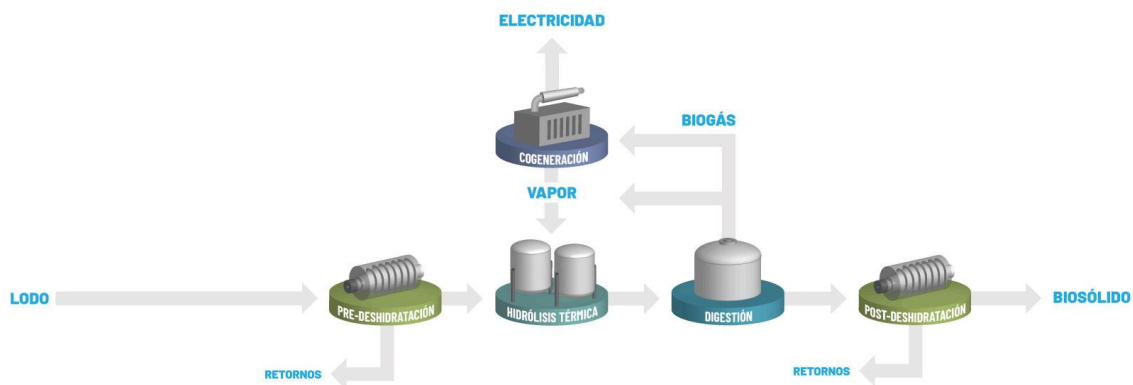

Figura 4. HT como pre-tratamiento
- La HT se ubica como pre-tratamiento a la DA (Figura 4). Esto reduce significativamente el volumen de digestión requerido, al operar con altas cargas orgánicas y concentraciones, por lo que es de interés en los diseños de plantas nuevas y en ampliaciones de las existentes.